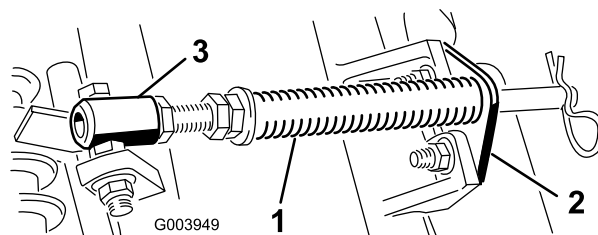

図 4
- A. カッティングユニットのタブにロッドブラケットを固定しているキャリッジボルト2本を外す(図 4)。
- B. スプリングチューブのボルトをキャリアフレームのタブに固定しているフランジナット(図 4)を外し、アセンブリを取り外す。
- C. スプリングチューブのボルトを、反対側のキャリアフレームのタブに取り付け、フランジナットで固定する。図 4に示すように、ボルトの頭部がタブの外側を向くように取り付けること。